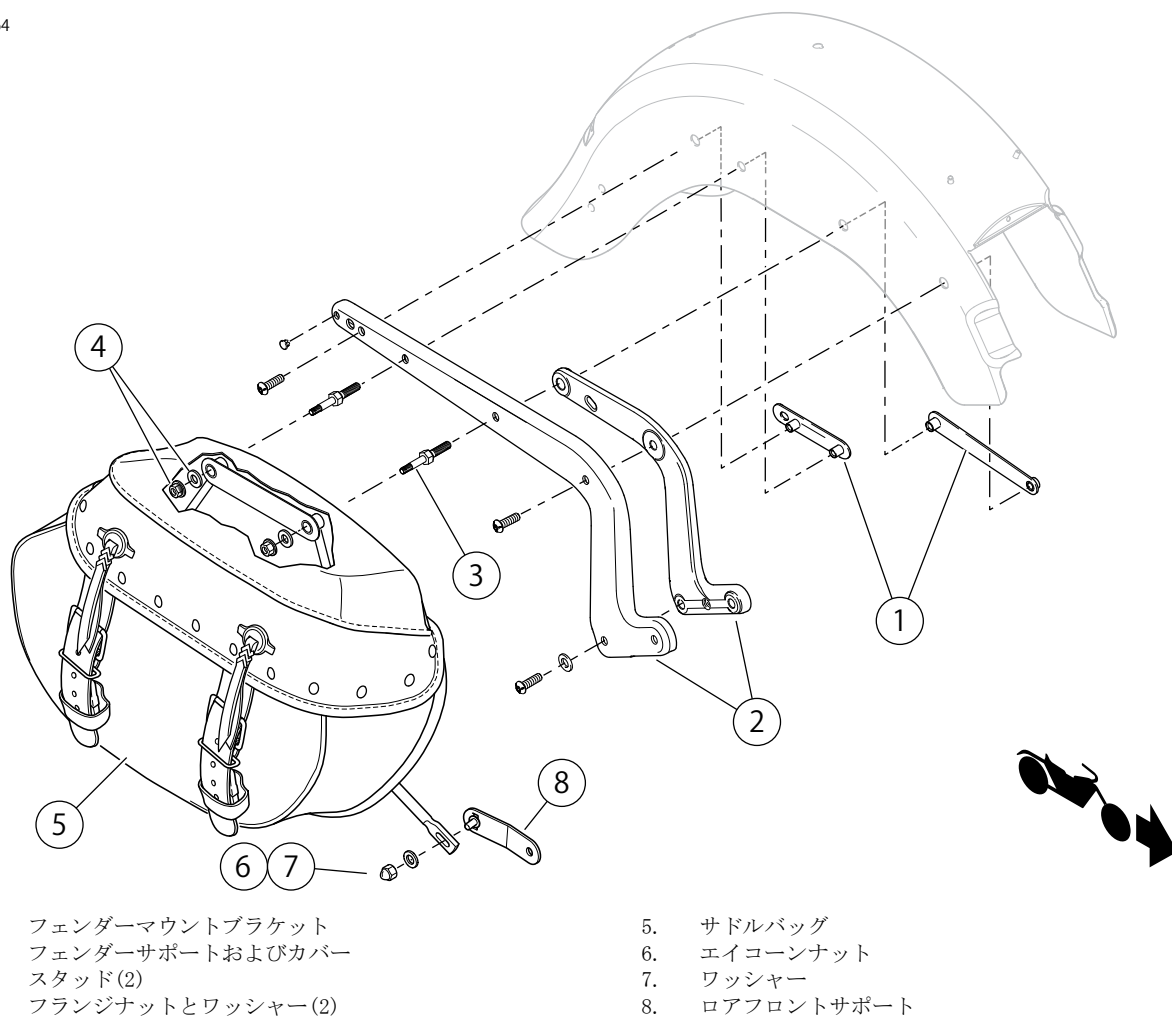

図1。サドルバッグの取り外し
1. 「図1」を参照してください。ロアフロントサポート(8)からエイコーンナット(6)とワッシャー(7)を取り外します。